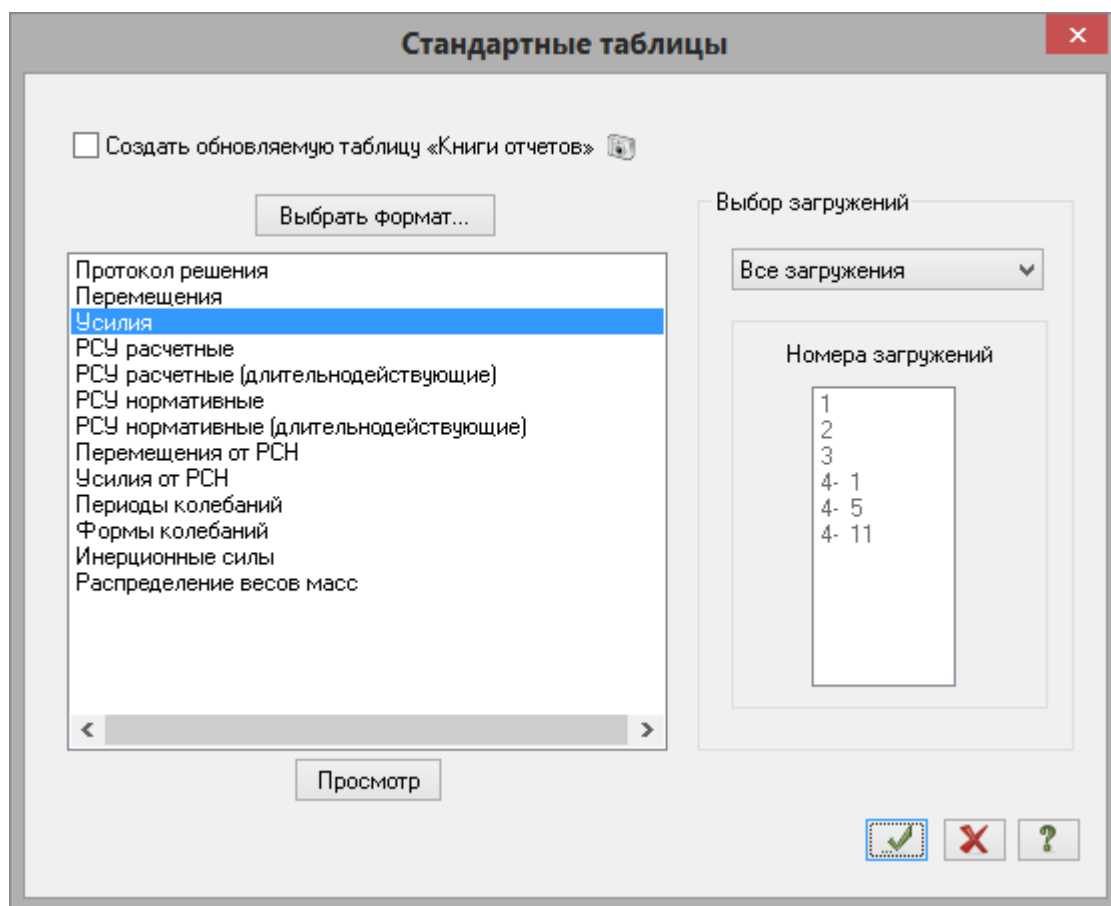

Рис.4.34. Диалоговое окно **Стандартные таблицы**
- После этого в диалоговом окне **Стандартные таблицы** (рис.4.34) выделите строку **Усилия**.